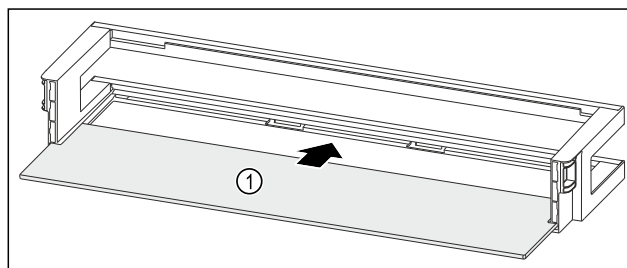

Fig. 246 Türabsteller mit Abstellfläche
- ▶ Abstellfläche Fig. 246 (1) in die seitlichen Aussparungen einschieben.